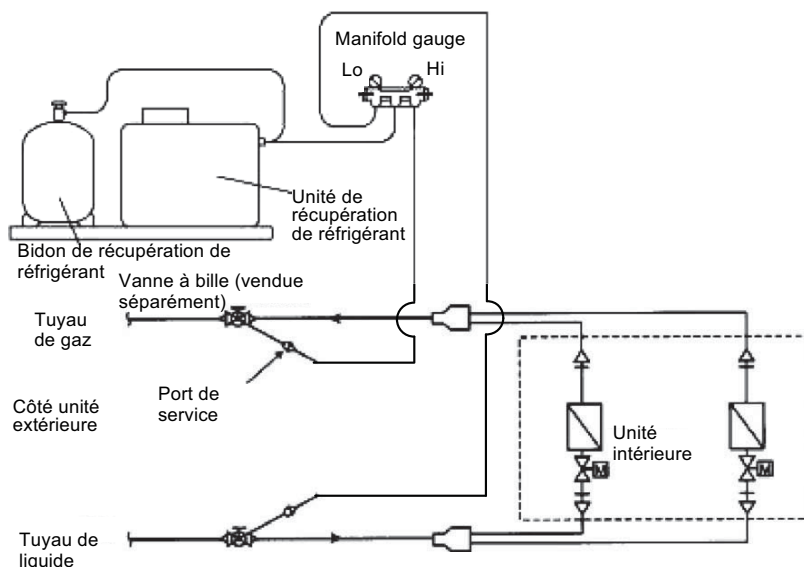

Fig. 4
- (1) Si une vanne à bille avec un port de service a été fournie dans l'unité intérieure comme sur la Fig. 4, suivez les instructions (2) à (6) ci-dessous. Si le port de service est plutôt situé du côté extérieur, suivez les instructions de "4-2-3. Procédures de récupération de réfrigérant (2)".
- (2) Après avoir fait fonctionner l'unité en mode froid pendant environ 5 minutes comme décrit dans «4-2-1. Mode froid (pour toutes les unités)», fermer complètement la vanne à bille du tuyau de liquide.
- (3) Faire fonctionner l'appareil en mode de froid pendant encore 10 à 20 minutes.
- (4) Fermez complètement la vanne à bille du tuyau de gaz, et arrêter toutes les unités.
- (5) Utiliser des tuyaux flexibles pour relier les vannes du manifold gauge, l'unité de récupération de fluide frigorigène et le bidon de récupération de réfrigérant les uns avec les autres. (Fig. 4) Effectuer chaque connexion rapidement pour empêcher l'air de pénétrer dans le tuyau.